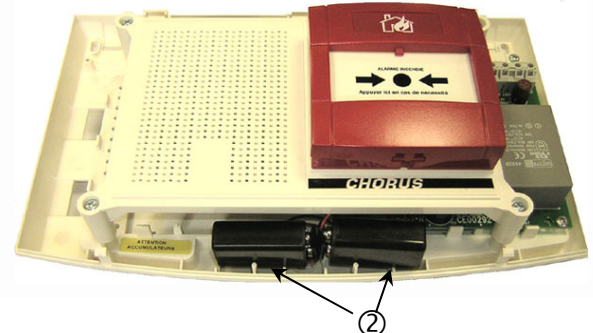

Figure 2 [PH339811]
Sans les raccorder, positionner les 2 batteries 9 volts dans leurs logements ② situés dans la partie inférieure du coffret (Cf. Figure 2).